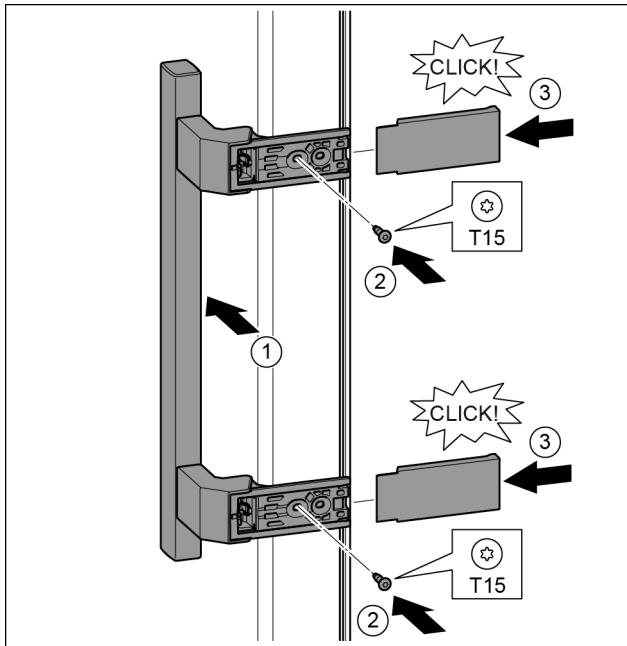

Fig. 34
- ▶ Coloque el tirador en el lado opuesto. Fig. 34 (1)
- ▶ Atornille los tornillos con el destornillador T15. Fig. 34 (2)
- ▶ Coloque y desplace lateralmente las cubiertas. Fig. 34 (3)